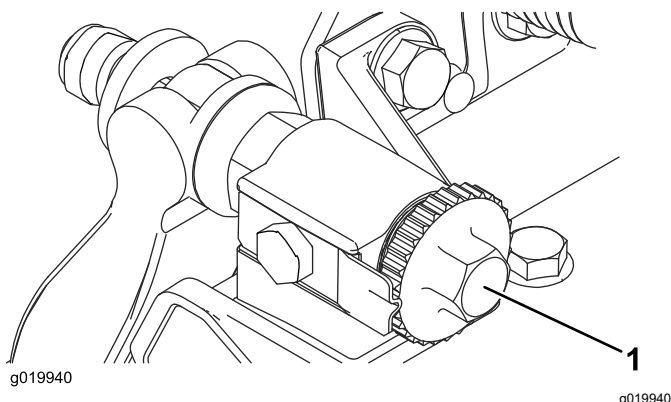

Figura 9
2. Rode os parafusos de ajuste da barra de apoio no sentido contrário ao dos ponteiros do relógio para assegurar que a barra de apoio não entra em contacto com o cilindro (Figura 9).